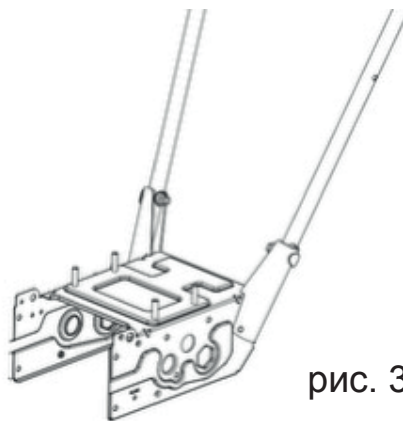

рис. 3
3.2 Установка ручек (1) (12): Как показано на рисунке 2, с помощью вогнутых болтов M8 × 35 (4) и 8 × 22 × Установите левую и правую ручки в монтажные отверстия с обеих сторон корпуса, используя 2 вогнутые шайбы (5). и гайки M8 (6) (см. рис. 3);